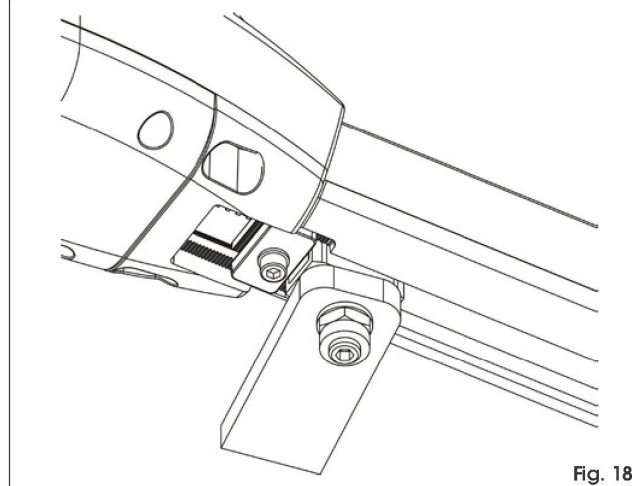

Fig. 18
4. Deplasați dispozitivul de oprire în apropierea prinderii, după cum se indică în Fig. 18.